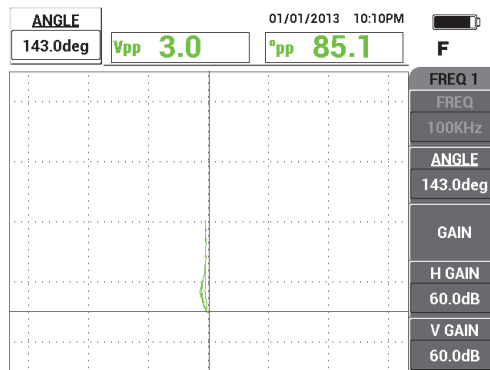

Figura 5-34 O sinal do sulco com orientação vertical
- Pressione a tecla ANGLE (◁θ) e, em seguida, gire o botão até que o sinal do sulco fique orientado verticalmente (veja Figura 5-34 na página 152).